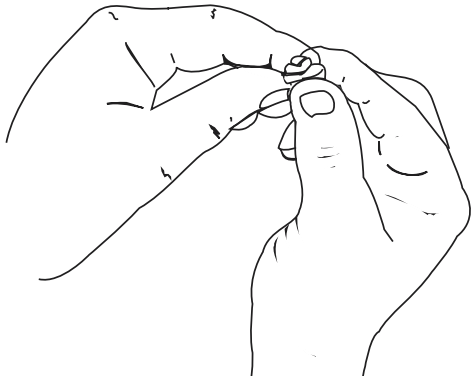

Fig. 27
5. Pressez le filtre pour répartir et drainer l'excédent d'huile (Fig. 27).